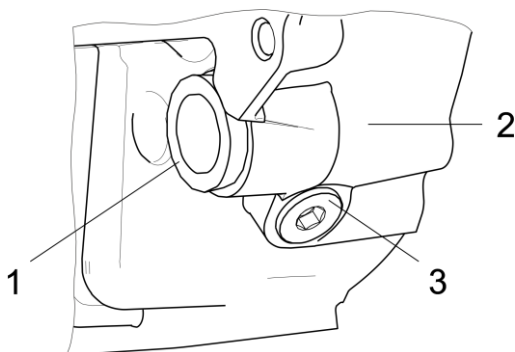

Рисунок 46 - Пробки на картере маховика:
5. Вынуть пробку 1, расположенную на торце картера маховика 2 (рисунок 46) с левой стороны двигателя под компрессором пневмотормозов.